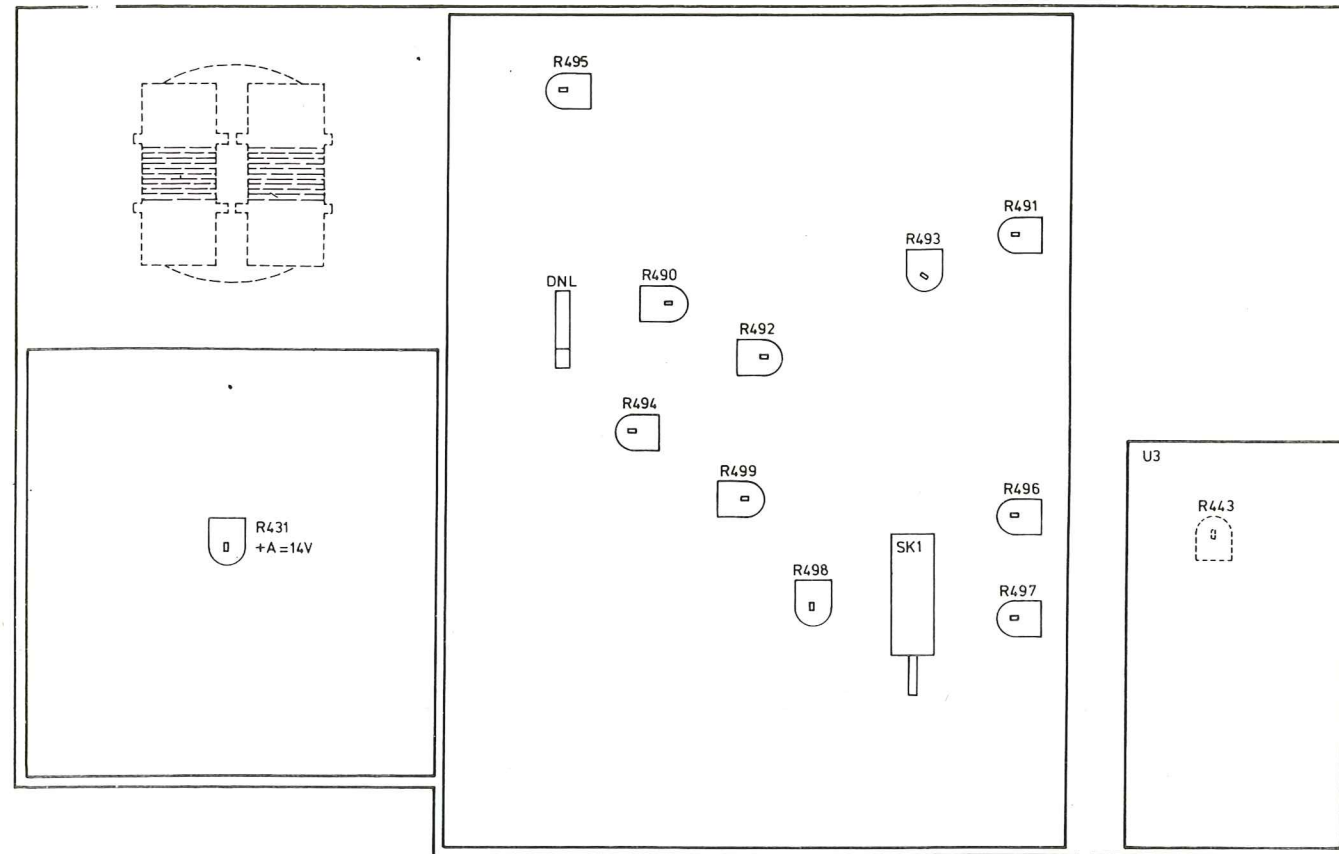

Fig. 10
I. Justering av avspillingsfølsomheten og indikatorer (Fig. 10 + 13)
II. Justering av formagnetiseringsstrømmen (Fig. 10)
V. Justering av bandhastigheten (Fig. 10 + 13)